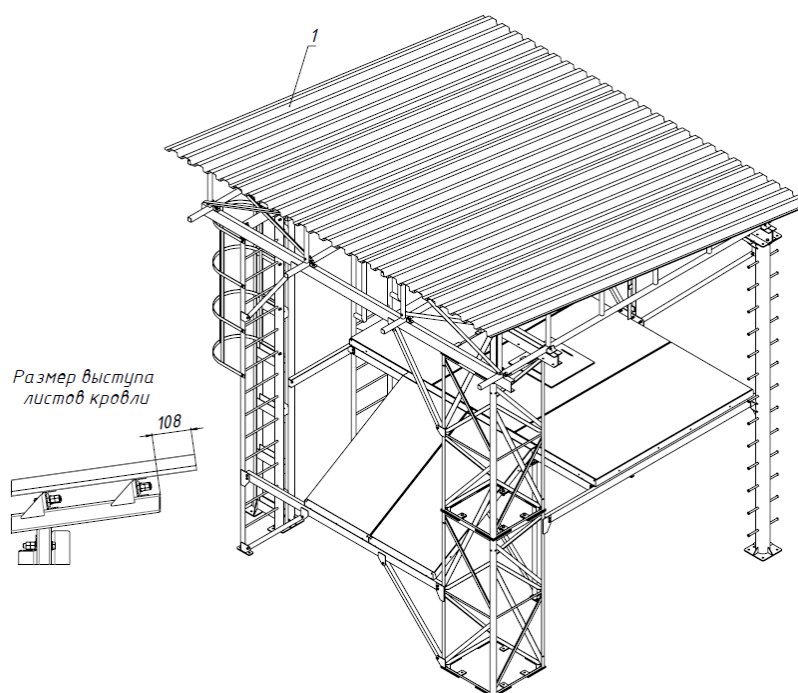

Рисунок 7 – Монтаж кровли. 1 – Лист профильный НС44-0,6-1000 x 5000 мм, 2 - Кровельный саморез 4,9x19 мм (на рис. условно не показан).
- а) Спозиционировать первый Лист профильный НС44-0,6-1000 x 5000 мм (поз. 1 на рис. 7) на прогонах.